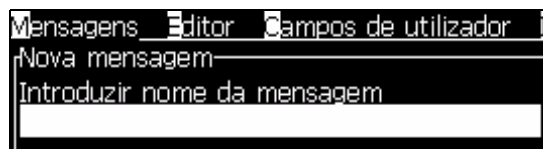

Figura 5-5: Caixa de diálogo *Nova mensagem*
- 2 Selecione *Nova mensagem*. A caixa de diálogo *Nova mensagem* aparece (veja Figura 5-5).